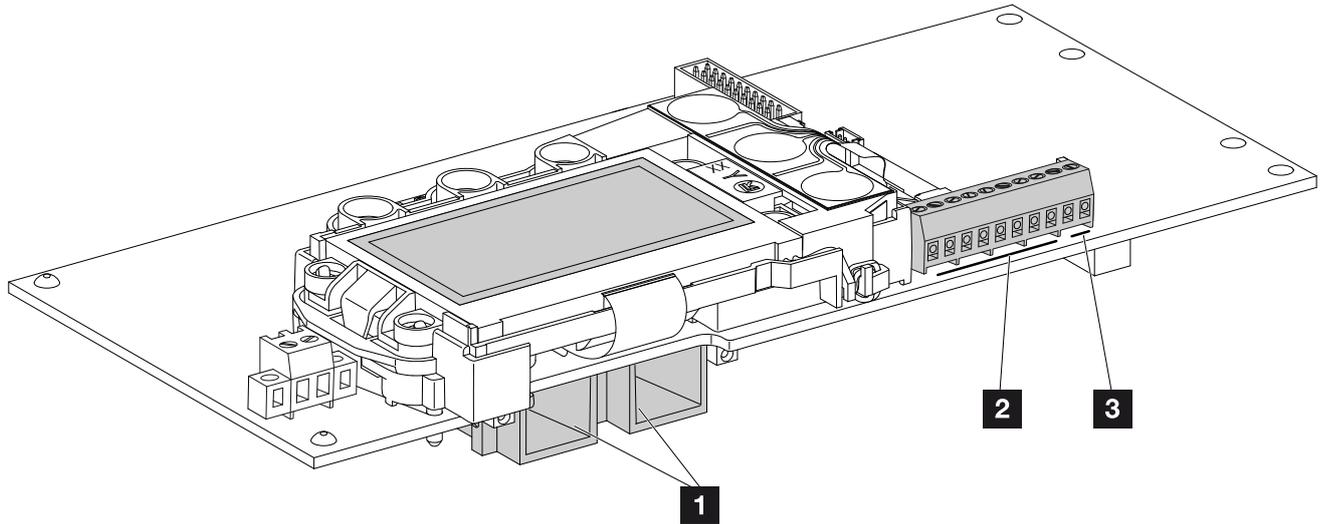

Fig. 34: Componentes da placa de comunicação
5. Encaixe as tomadas e os conectores dos strings CC no inversor.  **Fig. 34**